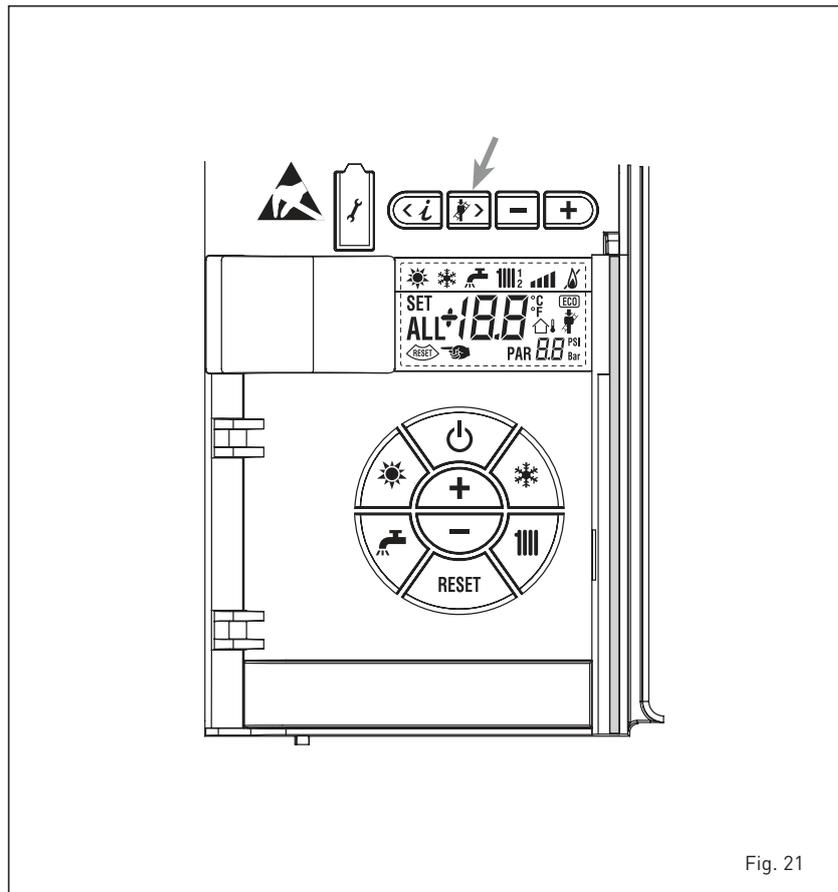

Fig. 21
4.5.1 Fonction ramoneur (fig. 21)